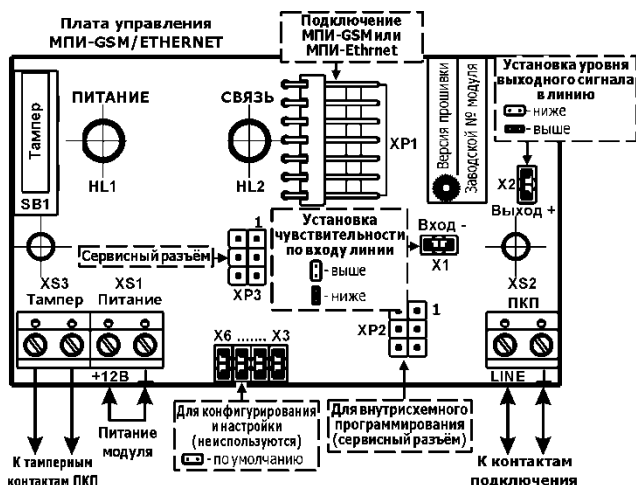
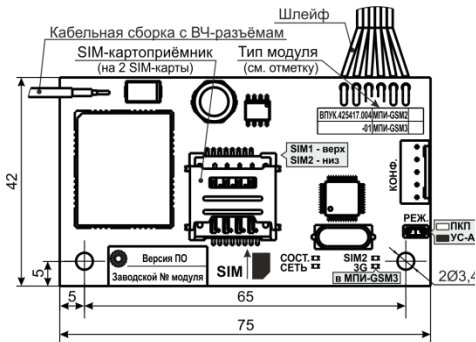

Рисунок 1 - Внешний вид платы управления МПИ-GSM/Ethernet и её схема подключений
Рисунок 2 – Внешний вид модулей МПИ-GSM2 и МПИ-GSM3
**Плата управления МПИ-GSM/Ethernet** (см. Рисунок 1) установлена внутри корпуса и предназначена для управления выносным модулем и реализации связи между ПКП и встроенными модулями передачи извещений МПИ-GSM2, МПИ-GSM3 или МПИ-Ethernet в зависимости от исполнения.
На плате управления МПИ-GSM/Ethernet установлен микроконтроллер, версия программы которого записана на этикетке (см. Рисунок 1).
Модули передачи извещений МПИ-GSM2 и МПИ-GSM3 (см. Рисунок 2, далее – модули МПИ-GSM2 и МПИ-GSM3) установлены внутри корпуса выносного модуля МПИ-GSM и МПИ-GSM 3G соответственно. GSM-антенна модулей закреплена внутри корпуса выносного модуля с помощью специального кронштейна.
На платах модулей МПИ-GSM2 и МПИ-GSM3 имеются (см. Рисунок 2):
На плате установлен микроконтроллер, версия программы которого записана на этикетке («Версия ПО» – см. Рис. 2).
Все входные и выходные цепи подключаются к выносным модулям в соответствии со схемами подключений платы управления МПИ-GSM/Ethernet и встроенных модулей МПИ-GSM2, МПИ-GSM3 или МПИ-Ethernet (см. Рисунок 1, Рисунок 2 и Рисунок 3) с помощью клеммных колодок и разъёмов, расположенных на платах модулей.